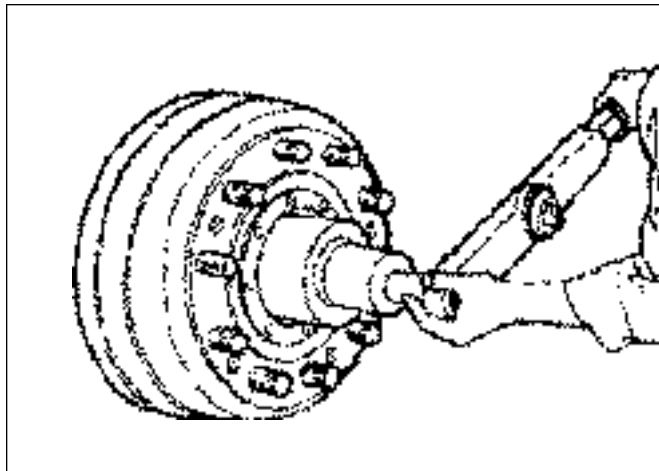

Figura 20. Gire la tuerca interior de ajuste
2. Después de instalar el ensamble de la masa, apriete la tuerca de ajuste interna a 200 pie-libra (271 N·m) al mismo tiempo que gira el ensamble de la masa (Figura 20).